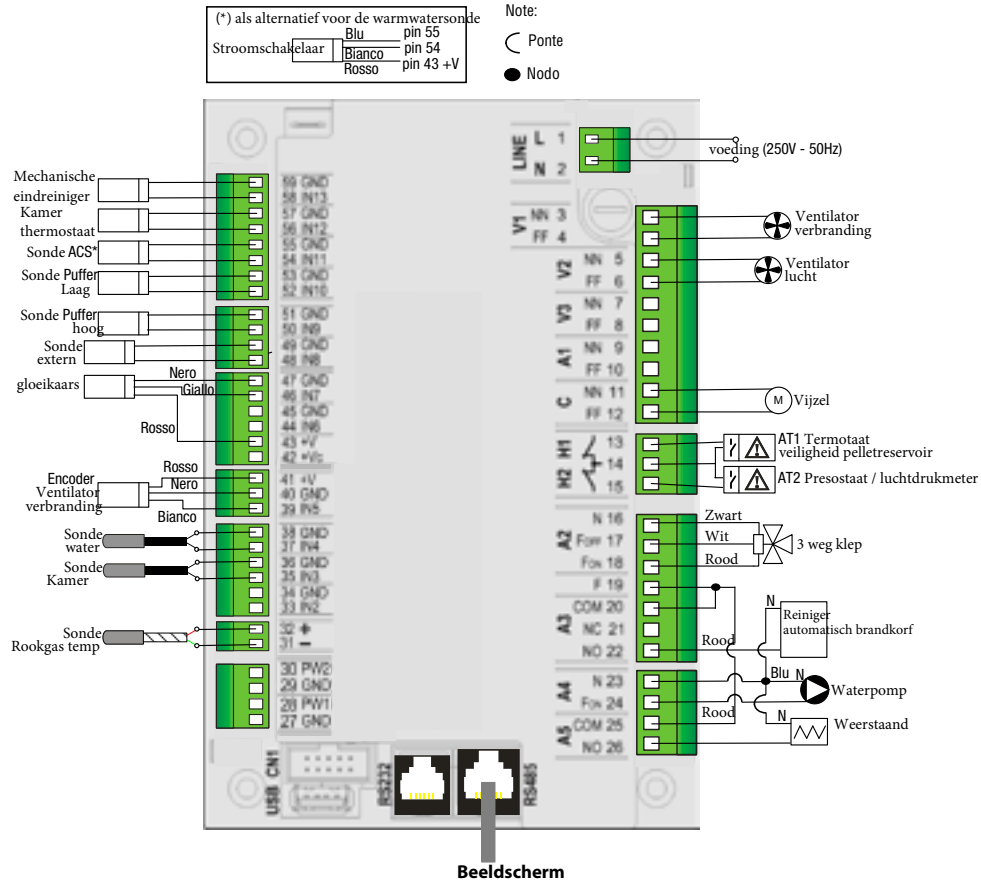

fig. 21 - Veiligheidsthermostaten
- Schroef de afdekkingen van de water- of pelletthermostaat aan de achterkant van de generator los (Fig. 21);